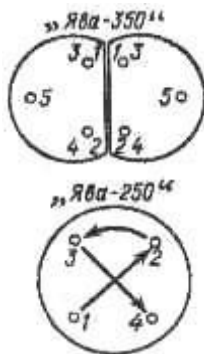

Рис. 97. Схема порядка затяжки гаек на шпильках цилиндров
4. Затянуть гайки на шпильках, при этом постепенно и равномерно увеличивая силу затяжки и соблюдая порядок затяжки у двигателя "Ява350" согласно рис. 97.
У двигателя "Ява-250" затяжку гаек надо производить крест-накрест (см. рис. 97).